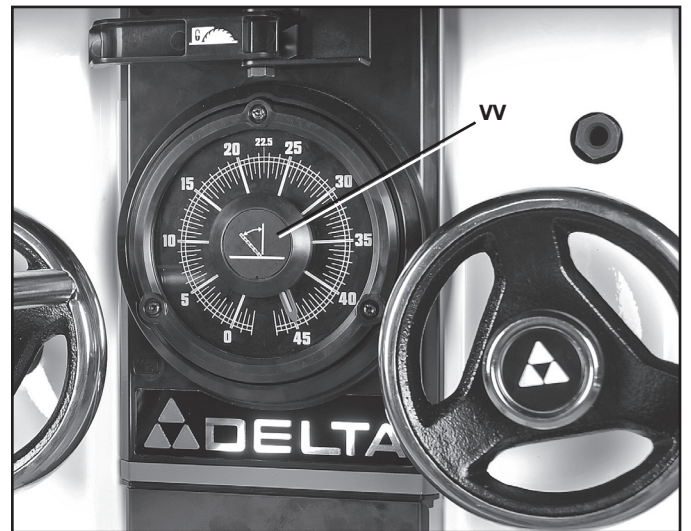

FIG. 43
1. Retire la cubierta magnética (VV), Fig. 43.
6. Vuelva a colocar la cubierta magnética (VV), Fig. 43.